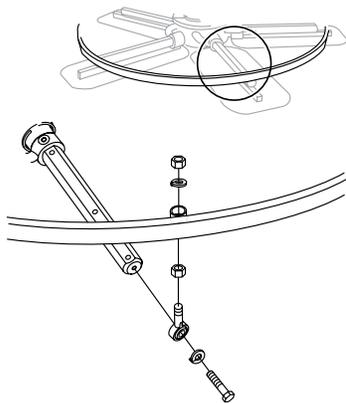

Figura 39. Anello stabilizzatore
1. Rimuovere le viti che fissano l'anello stabilizzatore al braccio della lisciatrice (figura 39).